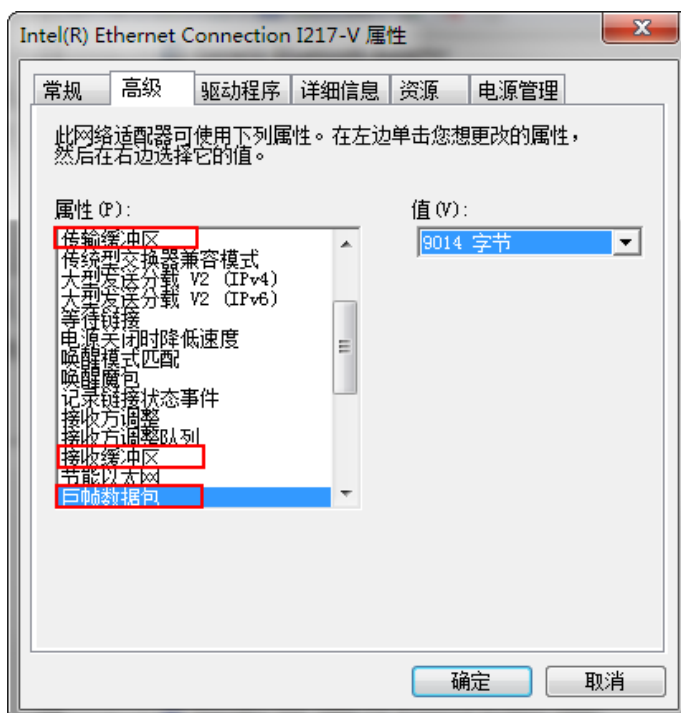

图3-8 设置网卡巨帧
- 依次单击“控制面板” > “硬件和声音” > “设备管理器” > “网络适配器”，选中相应的网卡，打开属性中的高级菜单，本地网卡大型数据帧设置为 9014 字节，传输缓冲区和接收缓冲区设为 2048，中断节流率设置为极值，如图 3-8 所示。